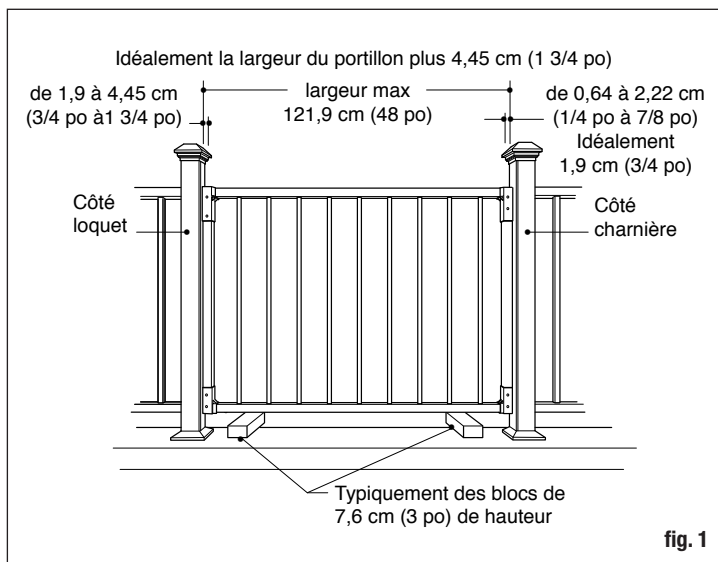

fig. 1
d'ouverture. On recommande 4,45 cm (1 3/4 po) mais cela peut varier entre 1,6 à 6,35 cm (5/8 po et 2 1/2 po) (fig. 1).
Étape 8 Soutenez le portail en plaçant des blocs prédécoupés sous le rail inférieur et entre les poteaux (fig. 1). L'espacement de 7,6 cm (3 po) est typique, mais peut être supérieur ou inférieur selon les codes du bâtiment locaux. Selon le code du bâtiment modèle, tous les espaces doivent être inférieurs à 10,1 cm (4 po). Assurez-vous que le bas de la barrière sera suffisamment haut pour dégager tous les obstacles, comme la garniture de la base du poteau, le cas échéant.